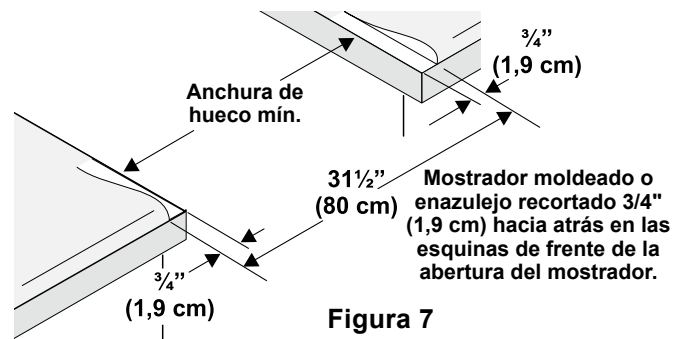

Figura 7
- El reborde de frente de mostradores moldeados** deben tener bordes moldeados a 3/4" (1,9 cm) a partir de cada extremidad de la apertura (Figura 7).
- Los mostradores enazulejos** deberán necesitar un recorte de 3/4" (1,9 cm) a partir de cada extremidad y/o un borde redondeado aplanado (Figura 7).